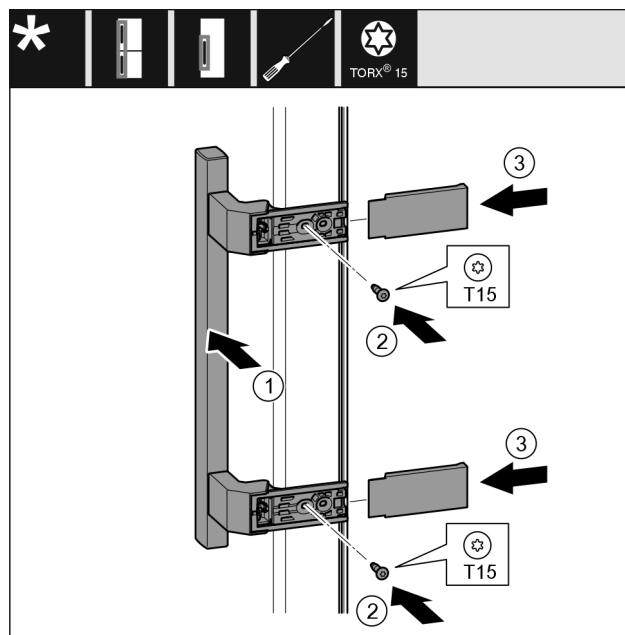

Fig. 54
- Założyć uchwyt Fig. 54 (1) po przeciwległej stronie.
- Przykręcić śruby Fig. 54 (2) śrubokrętem.
- Założyć osłony Fig. 54 (3) z boku i wsunąć.